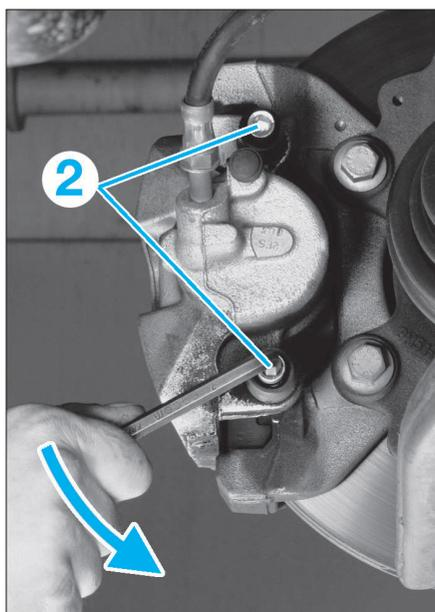

FIG. 8
- les 2 vis de guidage (2) de l'étrier (Fig.8).